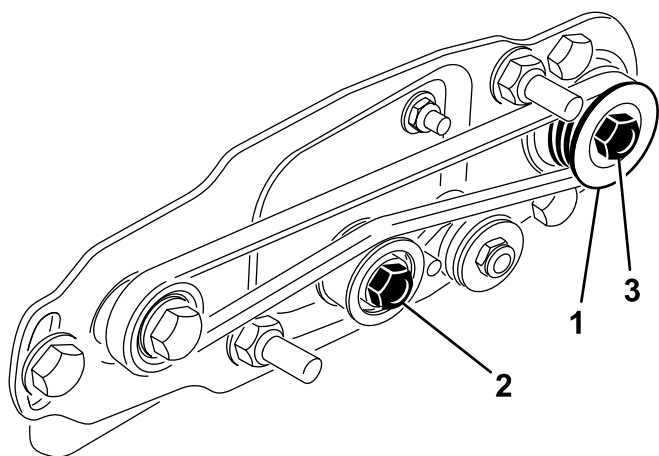

Figura 39
1. La polea arrastrada (en el eje del groomer) puede desplazarse hacia dentro y hacia fuera (Figura 39). Anote la dirección en que la polea debe desplazarse.
2. Mientras gira del molinete, que hará girar a su vez la polea motriz, haga palanca para retirar la correa de la polea motriz (Figura 39).
3. Retire la contratuerca que sujeta la polea arrastrada al eje del cepillo (Figura 39 o Figura